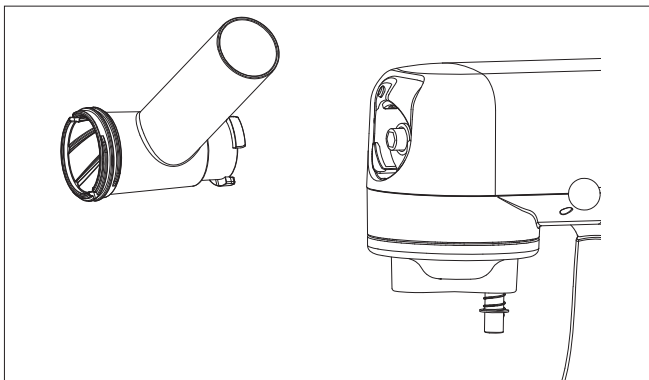

Fig. 14 – Montaggio dell'alloggiamento della coclea
4. Inserire l'alloggiamento della coclea nell'attacco del tritacarne (vedere Fig. 14).